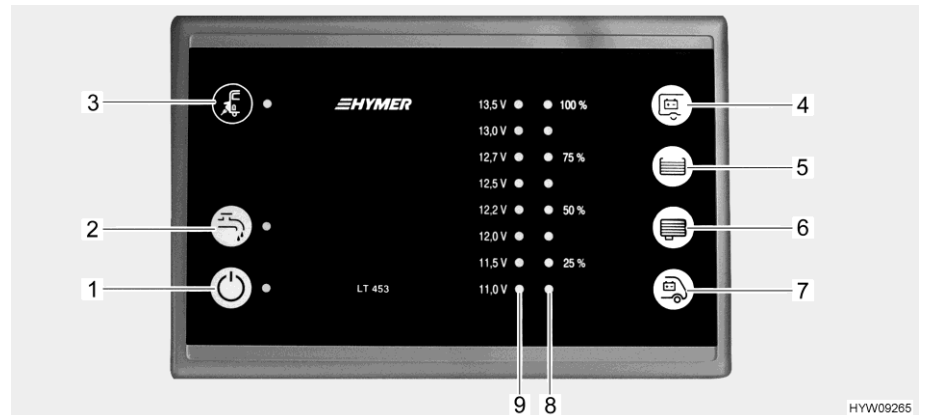

Fig. 69 Pannello di controllo (LT 453)
Il LED giallo accanto al simbolo del collegamento a rete  (Fig. 69,3) si accende, quando il veicolo è collegato a un'alimentazione di rete esterna. Il LED si accende anche se il pannello di controllo è spento.
L'interruttore principale a 12 V (Fig. 69,1) inserisce o disinserisce il pannello di controllo e l'alimentazione a 12 V dell'abitacolo.
- Premere l'interruttore "  " (Fig. 69,1): L'alimentazione a 12 V del vano abitabile è inserita. Il LED diventa verde.
- Premere di nuovo l'interruttore "  " (Fig. 69,1): L'alimentazione a 12 V dell'abitacolo è disinserita. Il LED si spegne.
L'interruttore per la pompa dell'acqua (Fig. 69,2) inserisce e disinserisce l'alimentazione elettrica della pompa dell'acqua.
Accensione: ■ Premere l'interruttore pompa dell'acqua "  " (Fig. 69,2): L'alimentazione elettrica della pompa dell'acqua è inserita. Il LED diventa giallo. La pompa dell'acqua viene attivata dall'apertura di un rubinetto dell'acqua.
Spegnimento: ■ Premere di nuovo l'interruttore pompa dell'acqua "  " (Fig. 69,2): L'alimentazione elettrica della pompa dell'acqua è disinserita. Il LED si spegne.
La scala LED (Fig. 69,9) indica la tensione della batteria di avviamento o della batteria dell'abitacolo nel modo seguente:
Indicazione della tensione della batteria: ■ Premere il tasto "  " (Fig. 69,4): Viene indicata la tensione della batteria dell'abitacolo.
■ Premere il tasto "  " (Fig. 69,7): Viene indicata la tensione della batteria di avviamento.
La scala LED (Fig. 69,8) indica il livello del serbatoio dell'acqua potabile o del serbatoio delle acque grigie.
- Premere il tasto "  " (Fig. 69,5): Il livello di riempimento del serbatoio dell'acqua potabile è indicato dai LED accesi.
- Premere il tasto "  " (Fig. 69,6): Il livello di riempimento del serbatoio delle acque grigie è indicato dai LED accesi.